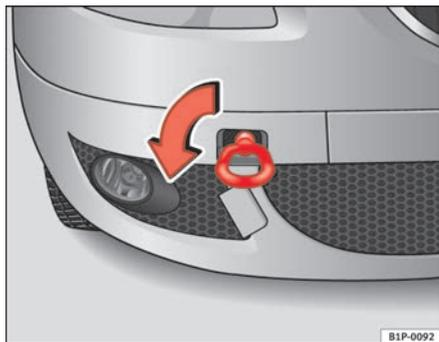
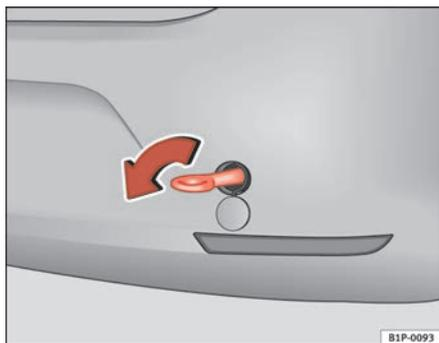

Fig. 181 Face avant, côté droit :
Fig. 182 Vissage de l'œillet de remorquage arrière
- Vissez l'œillet de remorquage dans le taraudage en le tournant dans le sens de la flèche vers la *gauche* jusqu'en butée à l'avant ⇒ fig. 181 ou à l'arrière ⇒ fig. 182. ■